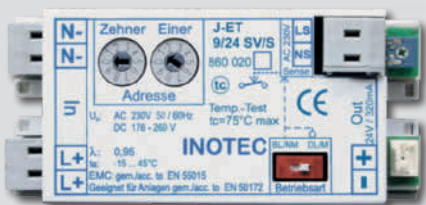

fig.2
- lampade INOTEC di segnalazione (SA), impostando il microinterruttore rosso su DL (fig.2)
- lampade INOTEC di illuminazione (SE), impostando il microinterruttore rosso su dim (fig.2)
- lampade INOTEC di segnalazione (SA), impostando il micro interruttore rosso in DL (fig.2)
- lampade INOTEC di illuminazione (SE), con funzionalità di sorveglianza tensione sul differenziale di protezione del circuito di illuminazione ordinaria.
Il modulo J-MODUL/S può essere fornito anche in versione per installazione su profilo DIN (fig.2). Per i dettagli sul comportamento di mancanza tensione principale o secondaria, così come le caratteristiche dei Driver di terzi sono riportate nelle pag. 76-79.